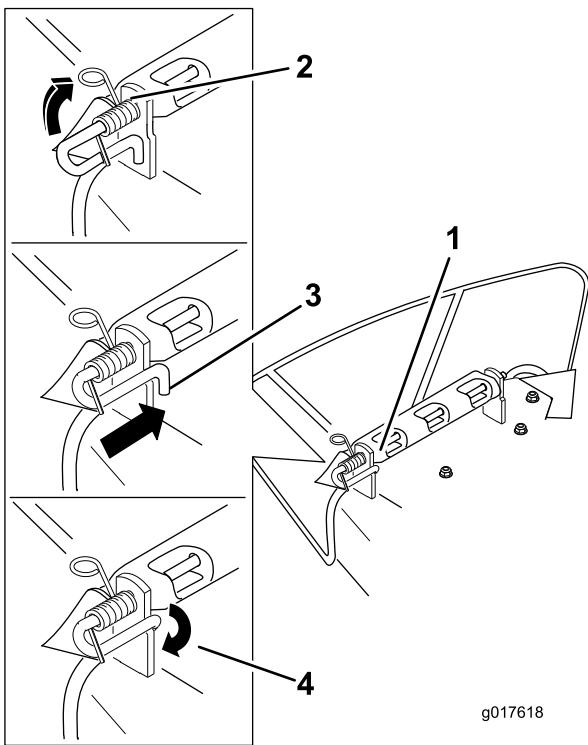

Figura 58
4. Levante el extremo del muelle que tiene bucle y colóquelo en la muesca del soporte del deflector (Figura 58).
5. Fije el conjunto de varilla y muelle torciéndolo de manera que el extremo corto de la varilla pueda colocarse detrás del soporte delantero que está soldado a la carcasa (Figura 58).